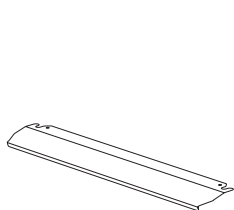

Figura 10
1. Um painel de segurança é projetado para proteger o painel de controle e os botões quando o forno estiver no modo de grelhador. (figura 10)